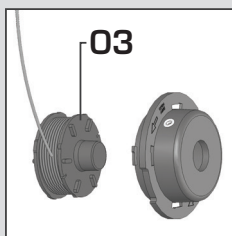

Fig. 09
Retire o carretel usado(3) e coloque o carretel novo, fazendo com que o fio passe pelo furo de saída da tampa do carretel [Fig. 09].